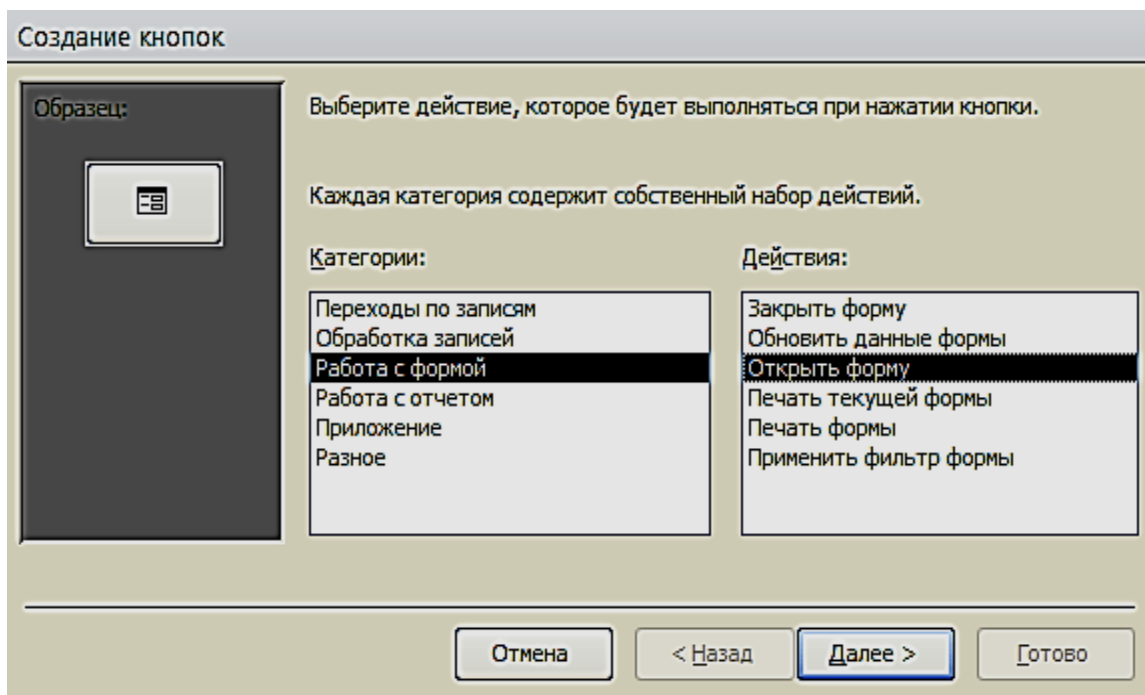

Рис. 6.11. Окно создания кнопок при работе с формами
5. Расположим в области **Главной формы** три кнопки: **Составная форма**, **Общие данные** и **Гистограмма**. Переместим элемент управления **Кнопка** на форму, появится окно для создания кнопок. Выберем категорию: **Работа с формой**, действия: **Открыть форму**, нажмем кнопку **Далее** (рис. 6.11).